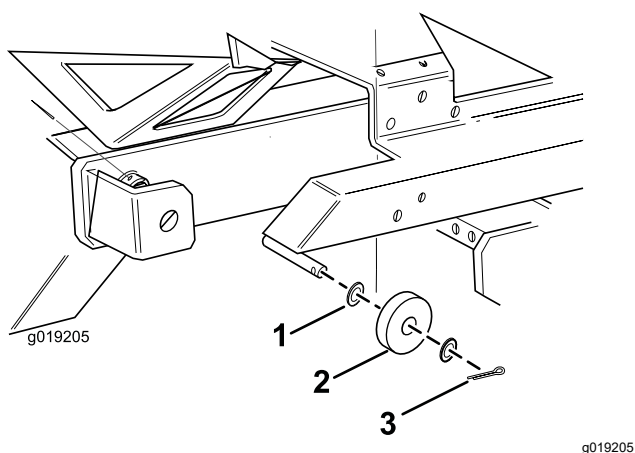

Bild 1
- Befestigen Sie die Anschlaghalterung des linken Seitmäherkopfs mit zwei Schrauben, Muttern und Scheiben innen am linken Seitmäherkopf (Bild 1).
- Entfernen Sie die vorhandenen Spreizstifte, Scheiben und Frontrollen und bewahren sie auf (Bild 1).